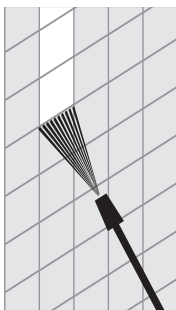

Fig. 9
> Rotiți pistolul (2) pentru a curăța în unghiul dorit (Fig. 9, 10).